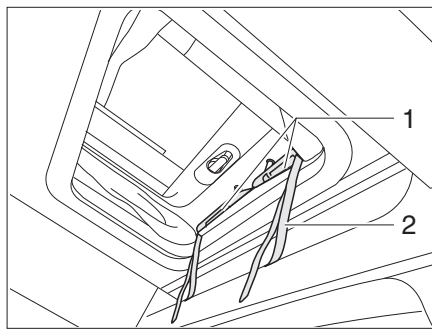

Bild 50 Aufstelldach öffnen
- Sicherungsgurte (Bild 50,2) lösen.
- Verriegelungen an den Griffen (Bild 50,1) des Aufstelldachs drücken.
- An den Griffen (Bild 50,1) Aufstelldach zuziehen, bis die Verriegelung hörbar einrastet.
- ▶ Aufstelldach mit Sicherungsgurten (Bild 50,2) sichern.